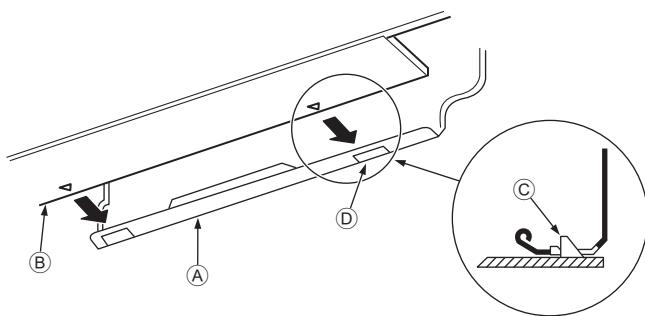

Рис. 3-10
3. Устанавливая трубы хладагента и дренажа в отверстие на стене (муфту), подвесьте верхнюю часть внутреннего блока к монтажной плате ①.
5. Закрепите блок, вдвинув его нижнюю часть в монтажную плиту ①. (Рис. 3-10)
- * Убедитесь, что нижние фиксаторы внутреннего блока надежно встали в монтажной плате ①.
- Ⓐ Монтажная плита ①